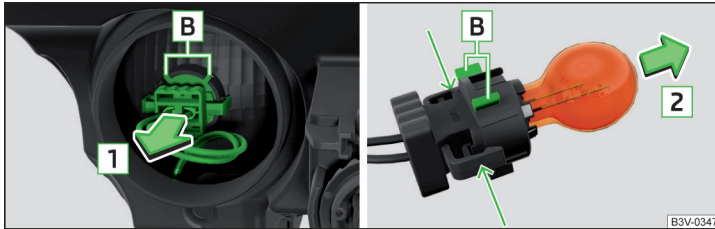

Abb. 263 Glühlampe für Blinklicht wechseln
- › Den Sockel mit der Glühlampe mit Wackelbewegungen in Pfeilrichtung **1** » Abb. 263 herausziehen.